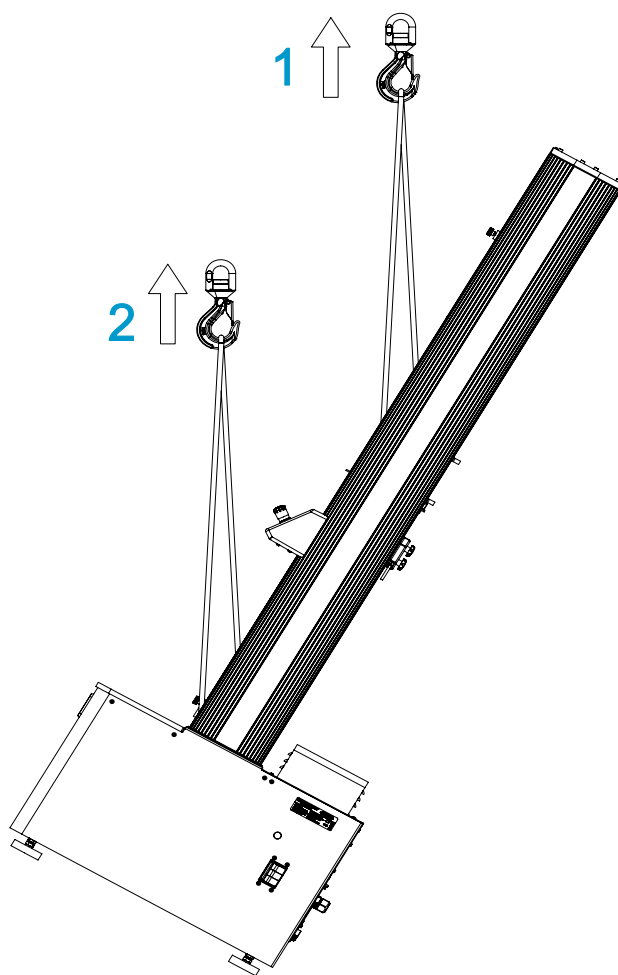

Figura 18. Raddrizzamento di un telaio di prova di carico con una gru
Consultare Figura 18 a pagina 68.
2. Collegare le due cinghie di sollevamento alla traversa e fissarle al gancio della gru come mostrato in Figura 18 a pagina 68. Se si utilizzano catene al posto di cinghie di sollevamento, avvolgere la traversa con materiale protettivo in modo da evitare graffi e danni di vario tipo. Le catene possono danneggiare anche altre parti del telaio, ad esempio, la piastra superiore; assicurati di avvolgere il materiale protettivo intorno a tutti i componenti vulnerabili.
3. Installare due bulloni del paranco M16 nella base del telaio e collegare due cinghie aggiuntive ai bulloni, come mostrato in Figura 18 a pagina 68.
Legenda per Figura 18